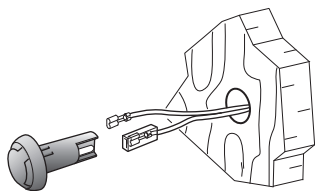

Fig. 20
- ▶ Percer un trou Ø 10 mm (Fig. 20).